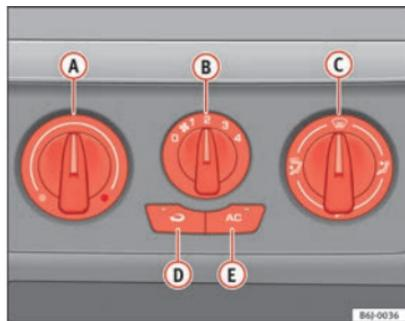

Fig. 105 Comandos do Ar Condicionado no painel de instrumentos
- Com os reguladores \Rightarrow Fig. 105 **(A)** e **(C)** e com o comando **(B)** é ajustada a temperatura, a distribuição do ar e a velocidade do ventilador.